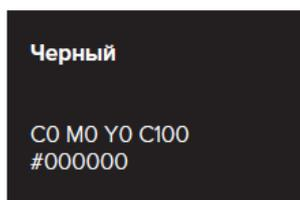

Рис.3
3.3. Цвета идентифицированы в международном стандарте Pantone Matching System по индикаторам, приведенным на рис.3.